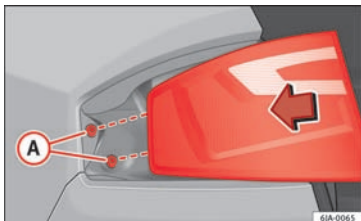

Fig. 101 Montering af baglygte
- Tryk baglygten bagud (i kørselsretningen), så fastgørelserne griber fat i gummibøsnin-geme » Fig. 101 A).